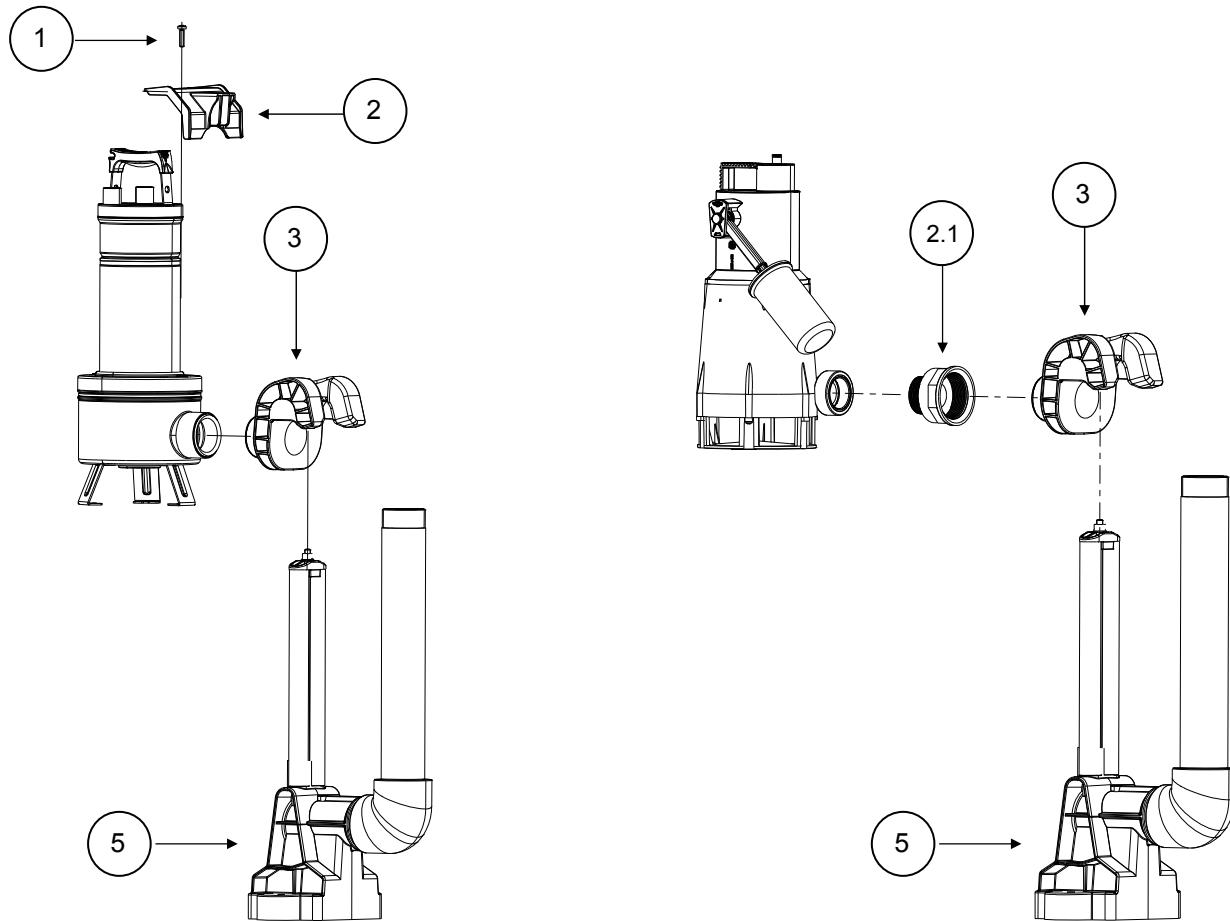

Fig. 7
- C. Pour FEKA 600: visser le raccord 2"F-1"1/4 M (2.1) au coulisseau détail 3 et à la pompe (voir fig. 7)
- visser le coulisseau (3) au corps de pompe (voir fig. 7)
- enlever la vis (1) du corps de pompe
- Assembler la bride antirotation (2) sur le coulisseau puis revisser la vis (1)